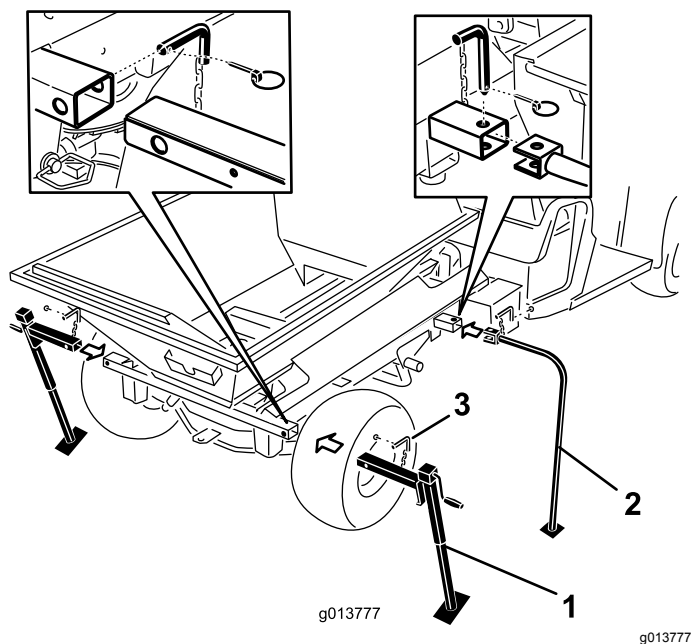

図 49
7. プロパスに、保管用スタンドの前脚と後部ジャッキを取付け、ロックピンで固定する 図 49。